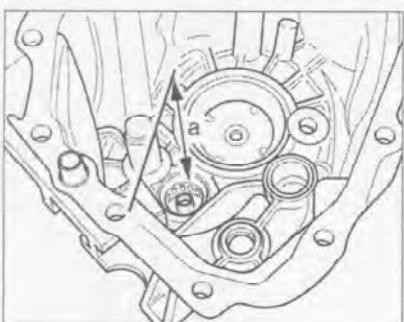

Рис. 7.80. Проверьте, чтобы расстояние от роликового подшипника до края коробки передач **а** составляло 216 мм.
6. Проследите, чтобы расстояние от роликового подшипника до края коробки передач **а** составляло 216 мм (рис. 7.80).